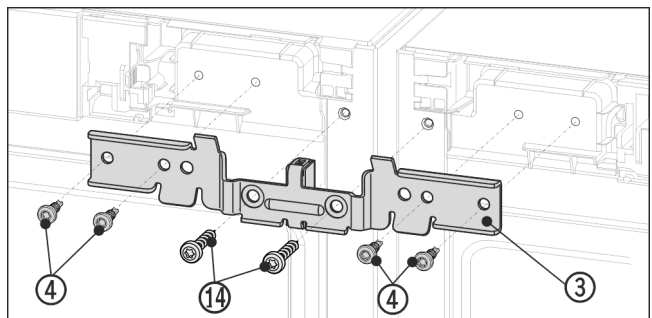

Fig. 13 Reprezentare exemplificativă
- ▶ Împingeți vinclul Fig. 13 (3) cu piesa de distanțare între aparate și pe cepuri. Prindeți vinclul în patru șuruburi Fig. 13 (4) și în cele două șuruburi pentru pământare Fig. 13 (14) alternant, pe dreapta și stânga fără a strânge.